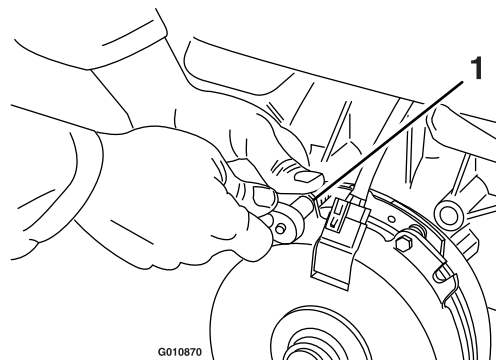

Figure 71
- A. Desserrez les boulons de fixation du frein de ½ tour à 1 tour, comme montré à la Figure 71.